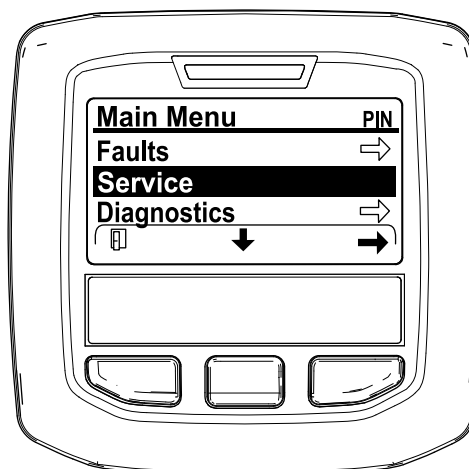

図 33
2. メインメニュー MAIN MENU画面で、中央ボタンを押して整備 SERVICEメニューへ移動し、右ボタンで整備 SERVICEを選択する 図 33。